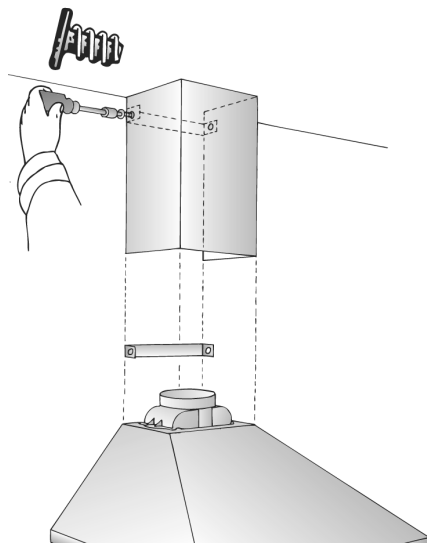

Рис. 10
13. Установите нижний воздухопровод на вытяжку и привинтите вытяжку к воздухопроводу снизу двумя длинными винтами (рис. 10).
Чтобы защитить от царапин верхний воздухопровод, когда он надевается на нижний воздухопровод, закройте верхний край нижнего воздухопровода шаблоном, использовавшимся для маркировки стены, или другим защитным материалом (рис. 10).
Затем привинтите воздухопровод с боковых сторон к скобе крепления двумя короткими винтами (рис. 10).